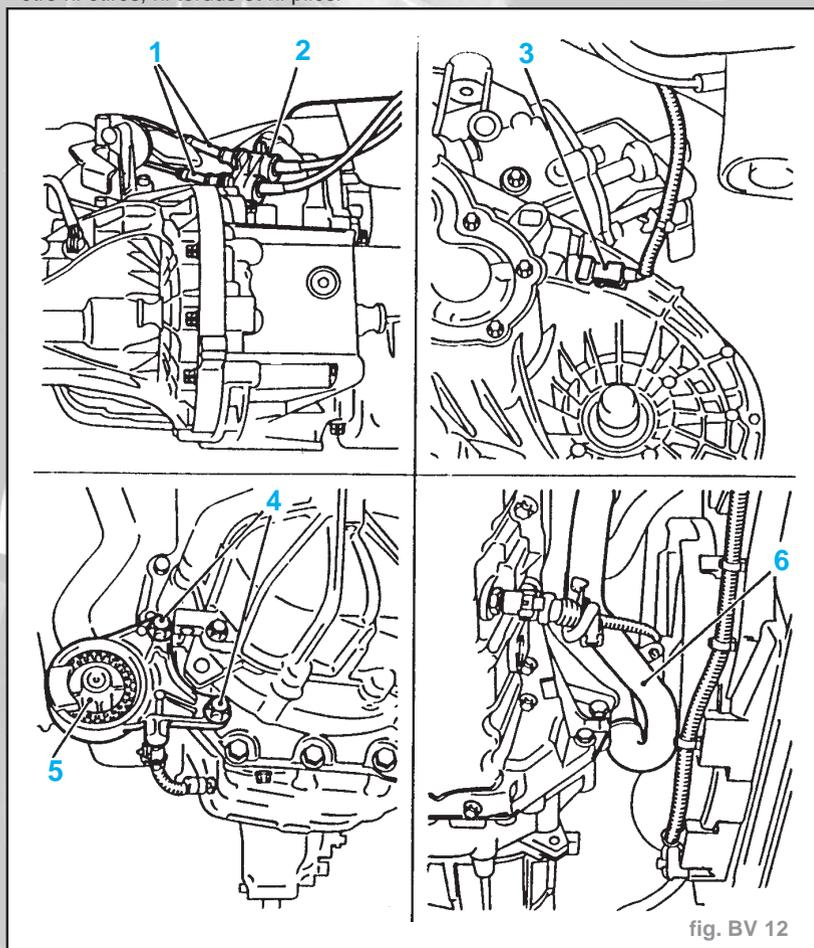

fig. BV 12
de vitesses (1 vis de fixation) de la came de retenue et le mettre de côté (fig BV. 12).
- Reposer le tuyau de liquide de refroidissement (6) sur la boîte de vitesses. Couple de serrage : **2,0 daN.m** (fig. BV. 12).
- Reposer le bloc amortisseur moteur avant (4) sur la boîte de vitesses (2 vis de fixation).
- Brancher la fiche de faisceau de câbles (3) sur le commutateur de feu de recul (fig. BV. 12).
- Placer le support (2) des tirettes de câbles (1) dans la came de retenue et reposer sur la boîte de vitesses.